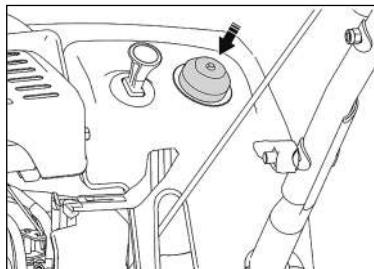

Рис. 11
- Нажмите 3 раза на кнопку праймера (рис. 11).
12. При низкой температуре окружающего воздуха (ниже -10 °C) перед каждой попыткой запуска может понадобиться 1-2 дополнительных нажатия на кнопку насоса подкачки топлива (праймер, рис. 11). Не следует слишком активно использовать праймер во избежание залива свечи зажигания топливом.